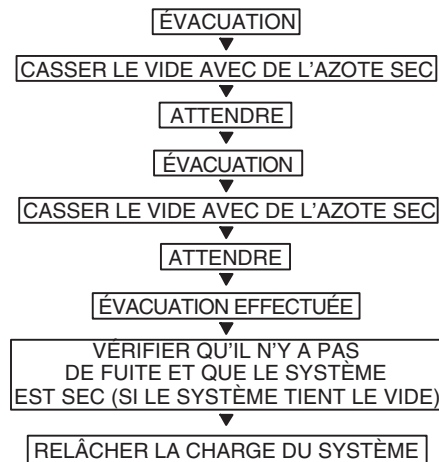

Fig. 22 - Méthode de triple évacuation
Consultez la figure 22 et procédez comme suit :
5. Répétez cette procédure comme indiqué dans la figure 22. Le système sera alors exempt de tout contaminant et de vapeur d'eau.